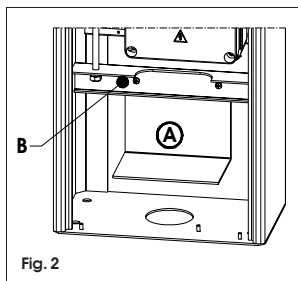

Fig. 2
**Aplicación para barreras:** La central y el transformador toroidal ya están alojados en el interior del contenedor. Para la fijación de las baterías (opcionales) realice las siguientes operaciones (véase fig.2):